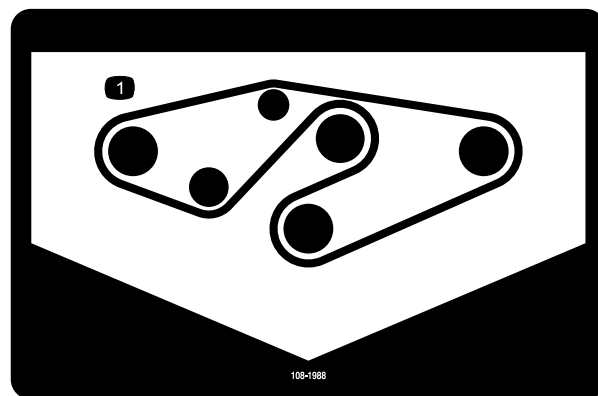

Figura 34
4. Montate la nuova cinghia attorno alle pulegge del mandrino e alla puleggia tendicinghia, come illustrato in Figura 34.